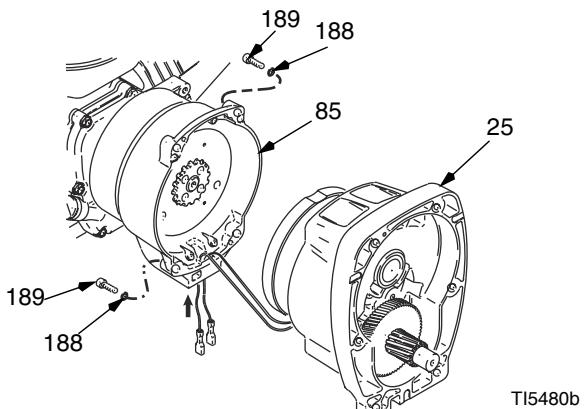
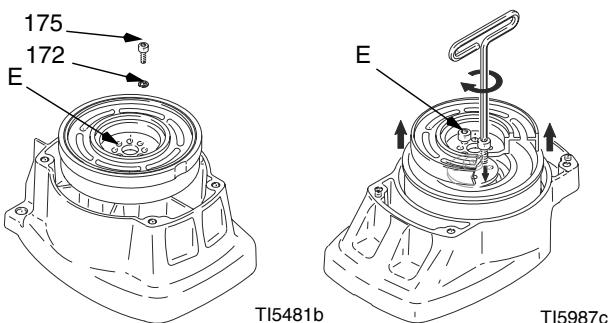

Рис. 4
Рис. 5
- Рис. 4. Выкрутите четыре винта (189) с пружинными шайбами (188) и снимите узел шестерни (25).
- Рис. 5. Уложите на верстак узел шестерни (25), стороной ротора вверх.
- Выкрутите четыре винта (175) с пружинными шайбами (172). Установите два винта в отверстия с резьбой (E) в роторе. Для извлечения ротора, поочередно затягивайте винты.
- Рис. 5. Уложите узел шестерни на верстак стороной ротора вверх.
- Смажьте винты составом «Loctite». Установите четыре винта (175) с пружинными шайбами (172). Поочередно затягивайте винты усилием в 14 Н·м, для надежной установки ротора. Для крепления ротора, используйте резьбовые отверстия.
- Рис. 4. Установите узел шестерни (25), при помощи пяти винтов (189) с шайбами (188).